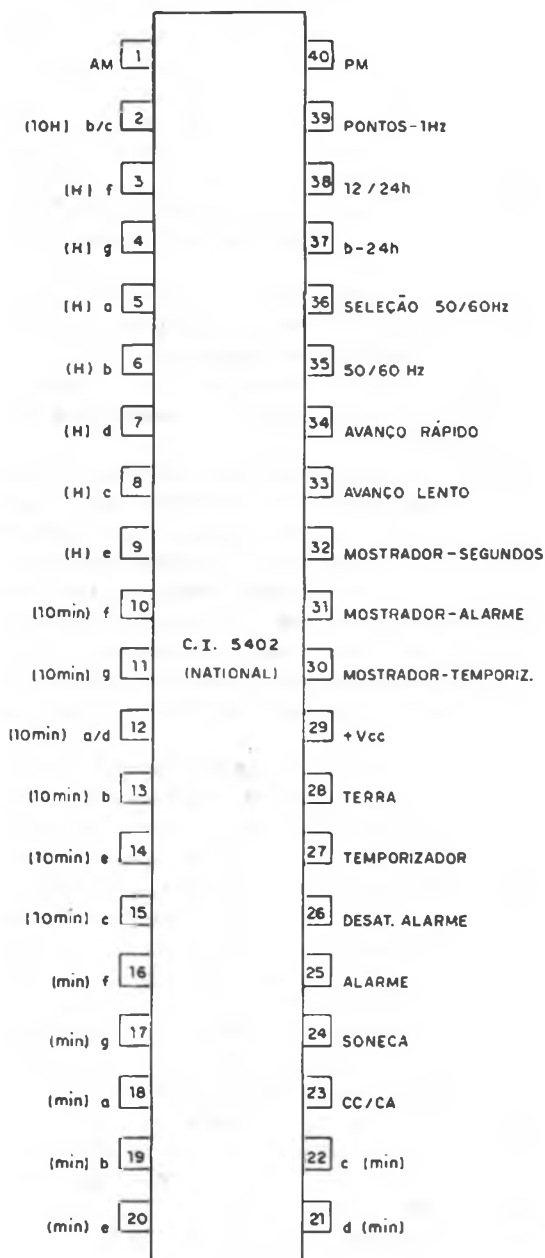

Figura 1
A figura 1 mostra a identificação dos pinos deste C.I. (visto por cima), a função de cada entrada ou saída passará a ser descrita com o objetivo de fornecer subsídios para aqueles que desejarem efetuar qualquer modificação no projeto.
**Pinos 2 a 22** — Saídas decodificadas para excitar diretamente os sete segmentos dos quatro possíveis mostradores, a LEDs, de acordo com a figura 1. Estas saídas, quando excitadas, tanto podem apresentar um nível alto como um nível baixo (aproximadamente zero volts ou terra) dependendo da programação realizada em uma entrada específica; com isto tanto é possível a utilização de mostradores tipo catodo comum como do tipo anodo comum.
**Pino 23 (CC/CA)** — É através desta entrada que o circuito integrado deve ser informado quanto ao tipo de mostrador a ser utilizado: se levada ao nível alto (ou H), as saídas excitadoras dos segmentos dos mostradores também se apresentam em nível H quando ativas, exigindo nesta condição mostradores tipo catodo comum (CC). Ao contrário, se à entrada é aplicado um nível baixo (ou L), essas mesmas saídas apresentam o estado H em repouso, razão pela qual utilizaremos mostradores do tipo anodo comum (AC).